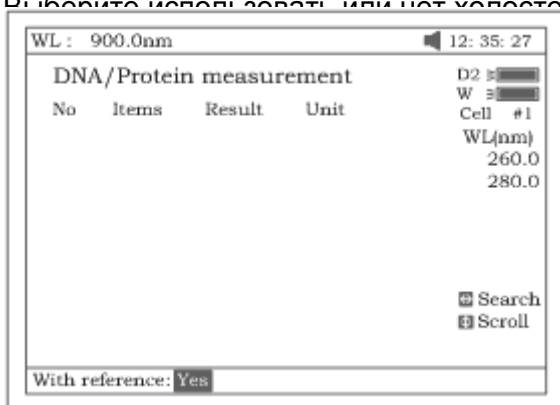

Рисунок 63.
- Выберите холостой раствор или из холостой раствор ("With reference") (рис.63).
*Примечание: если холостой раствор не используется (выбрано «No»), значение оптической плотности (**Abs**) холостого раствора принимается равным «0» (рис.63).*